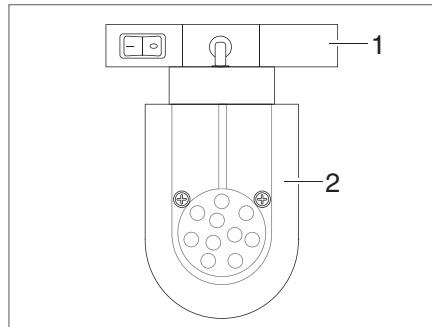

Bild 60 LED-spotlight (exempel)
- Ta tag i hållaren (Bild 60,1) och vrid 90°.
- Ta av LED-spotlightsen (Bild 60,2) från skenorna.
- Sätt in LED-spotlightsen (Bild 60,2) på önskat ställe i skenorna och vrid 90°.